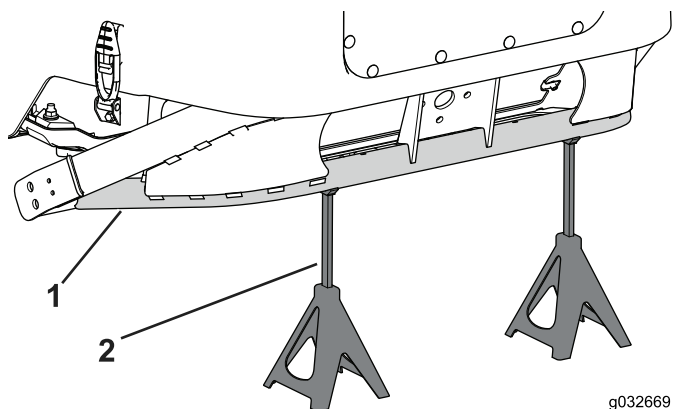

Figura 85
1. Coloque 2 gatos fijos debajo de la parte trasera del bastidor para soportar el peso de la máquina cuando se levante del suelo la parte delantera (Figura 85)